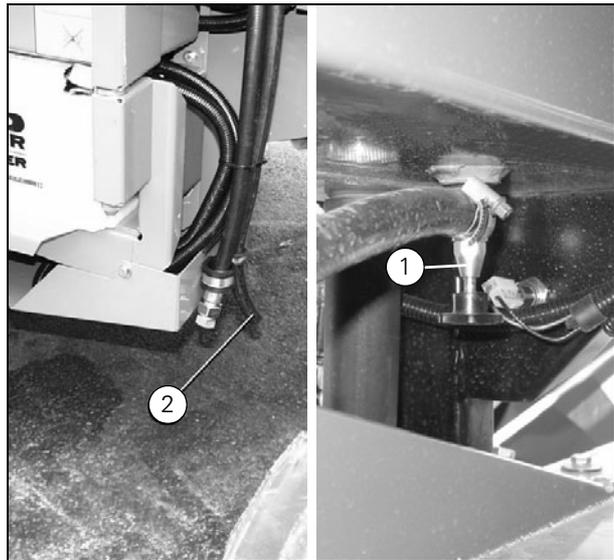
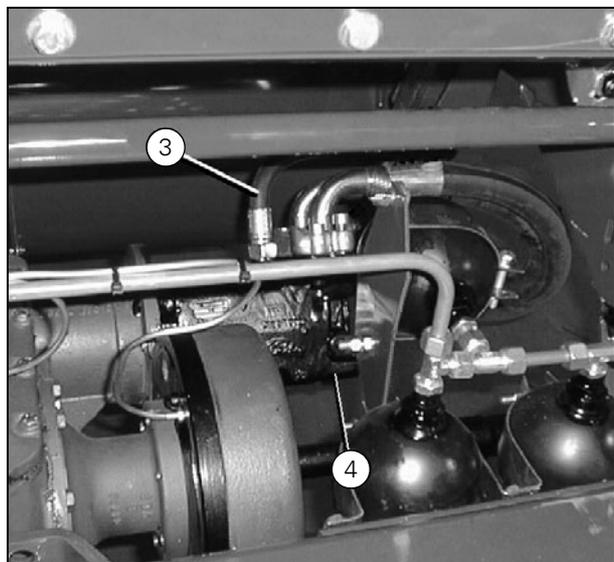

Рисунок 4
Рисунок 5
(Рис. 4) и (Рис. 5)
3. Отверните пробку (4) и подождите пока корпус муфты не заполнится маслом. Заверните пробку (4) вновь и долейте в бак масло до максимальной отметки.
8. Запустите двигатель и установите на нем самые малые обороты на 10 минут. Выпустите воздух из гидравлического двигателя, используя пробку (4), (Рис. 5).
5а Ослабьте винт (4), (Рис. 5), и слейте около двух литров масла.